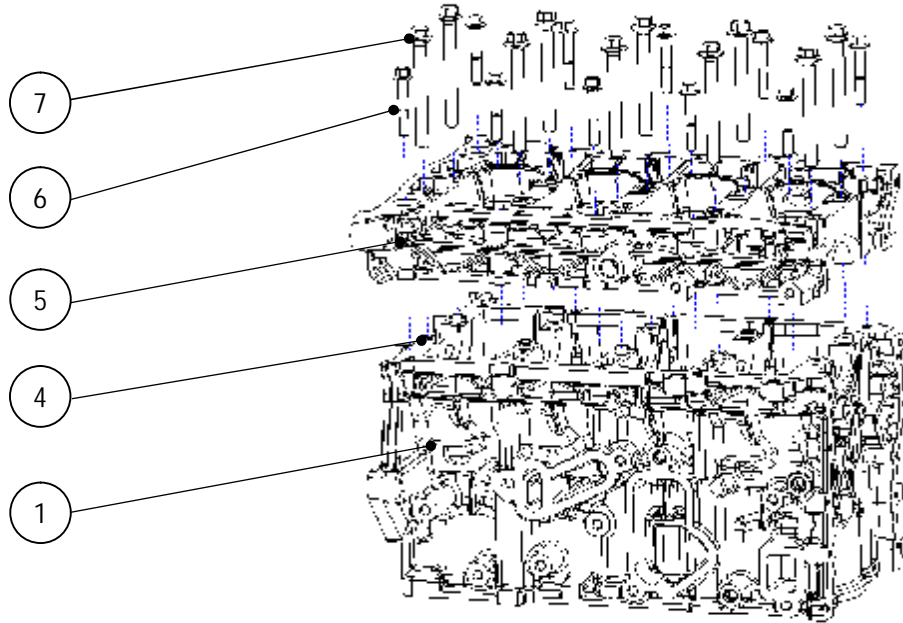

图 A-14 缸盖定位销和框架的装配
- 1)、将缸盖定位销④装配到框架⑤上，见图 A-14，装配要求见表 A-10。
- 2)、以缸盖定位销④进行定位，将框架⑤装配到气缸体①上，见图 A-14，装配要求见表 A-10。
- 3)、将主轴承盖螺栓 M10×1.5⑦装配到气缸体带框架总成上，见图 A-14，装配要求见表 A-10。
- 4)、将六角法兰面螺栓 M8×1.25⑥装配到气缸体带框架总成上，见图 A-14，装配要求见表 A-10。